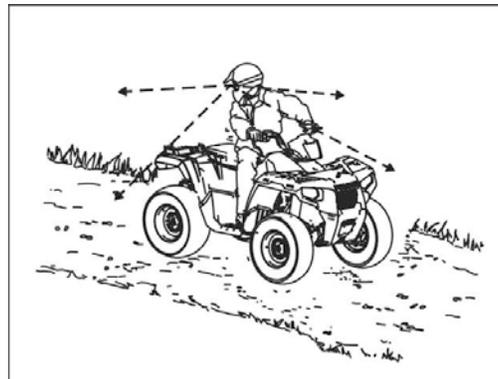

Рисунок 4.3.
1. Всегда до начала движения проверяйте наличие препятствий или людей позади квадроцикла (см. рис. 4.3.).